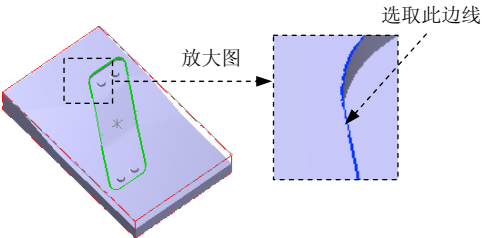

图 14.23 选取切削范围边线
(3) 在 **边界范围** 区域中单击  按钮, 系统弹出“串连选项”对话框, 在图形区中选取图 14.23 所示的边线。单击  按钮, 系统返回至“刀具路径的曲面选取”对话框。
(4) 单击  按钮, 系统弹出“曲面精加工环绕等距”对话框。